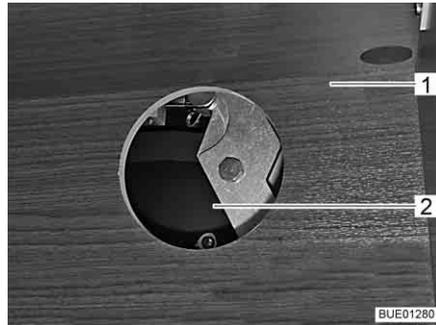

Fig. 117 Acceso al accionamiento
- Según el modelo, abrir la trampilla del armario de pared (Fig. 117,1) y retirar la tapa de la apertura de acceso (Fig. 117,2).